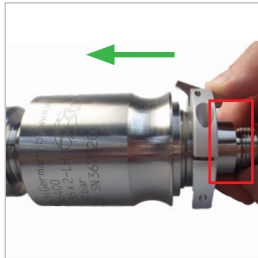

Abbildung 8
- Halten Sie den Adapter am Unterteil (Pos. 3) und am Schlauch mit einer Hand fest (siehe rot umrandeter Bereich) und drücken Sie gegen den Behälter (grüner Pfeil, *Abbildung 8*).